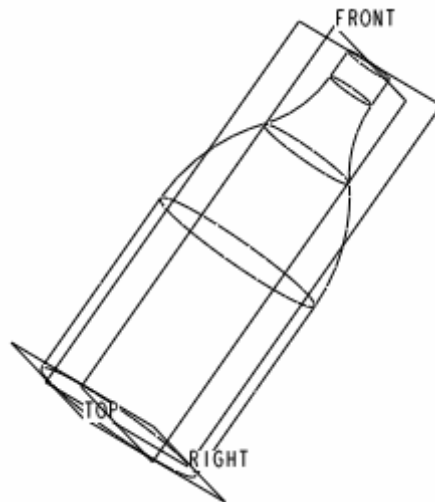

图 65-4
- (4) 单击 ，完成草图绘制返回特征操控板，单击 ，完成特征建立，如图 65-4 所示。